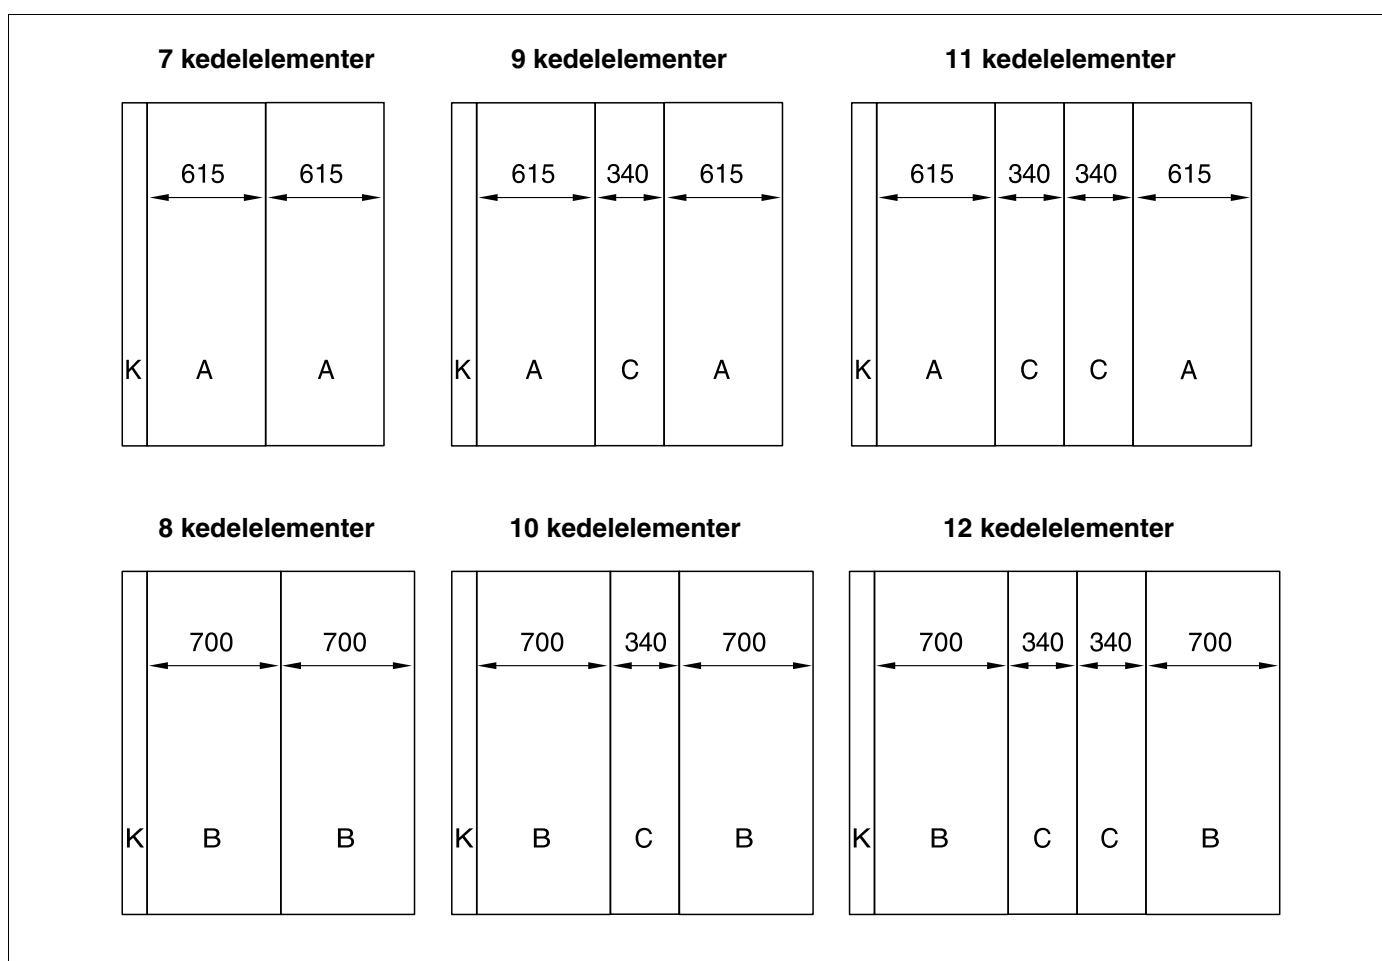

Fig. 48 Placering af delene til sidekapperne ved forskellige kedelstørrelser (mål i mm)
- Monter alle sidevægge som vist på placeringsplanen (fig. 48).